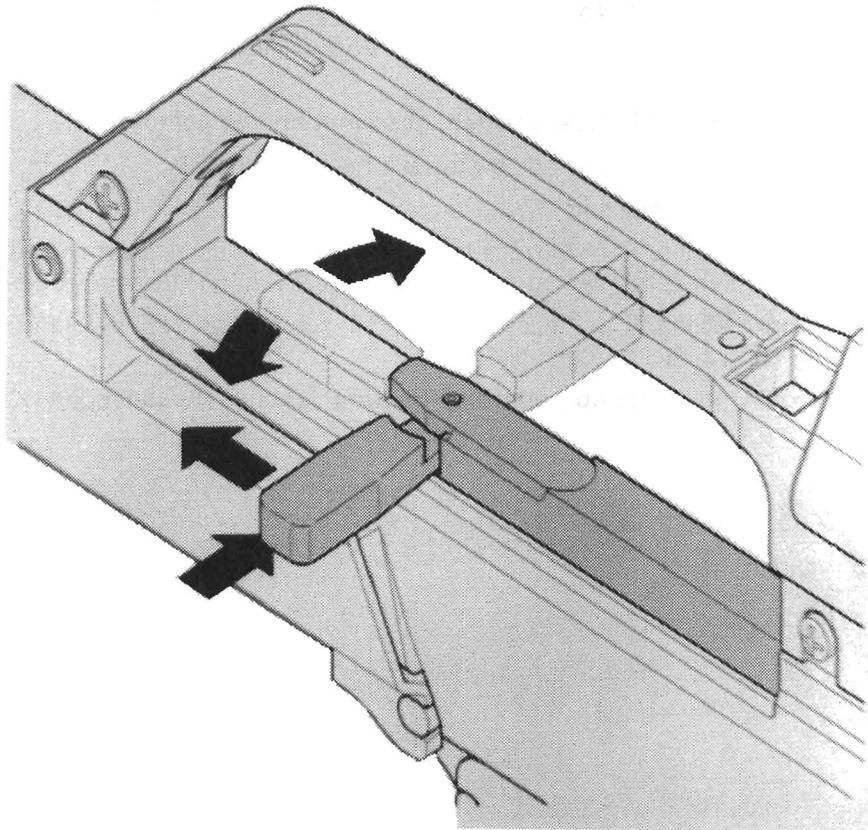

Bild 14 Spannhebel ausgeschwenkt
- ⇒ Spannhebel nach innen drücken, bis er einrastet (Bild 14).